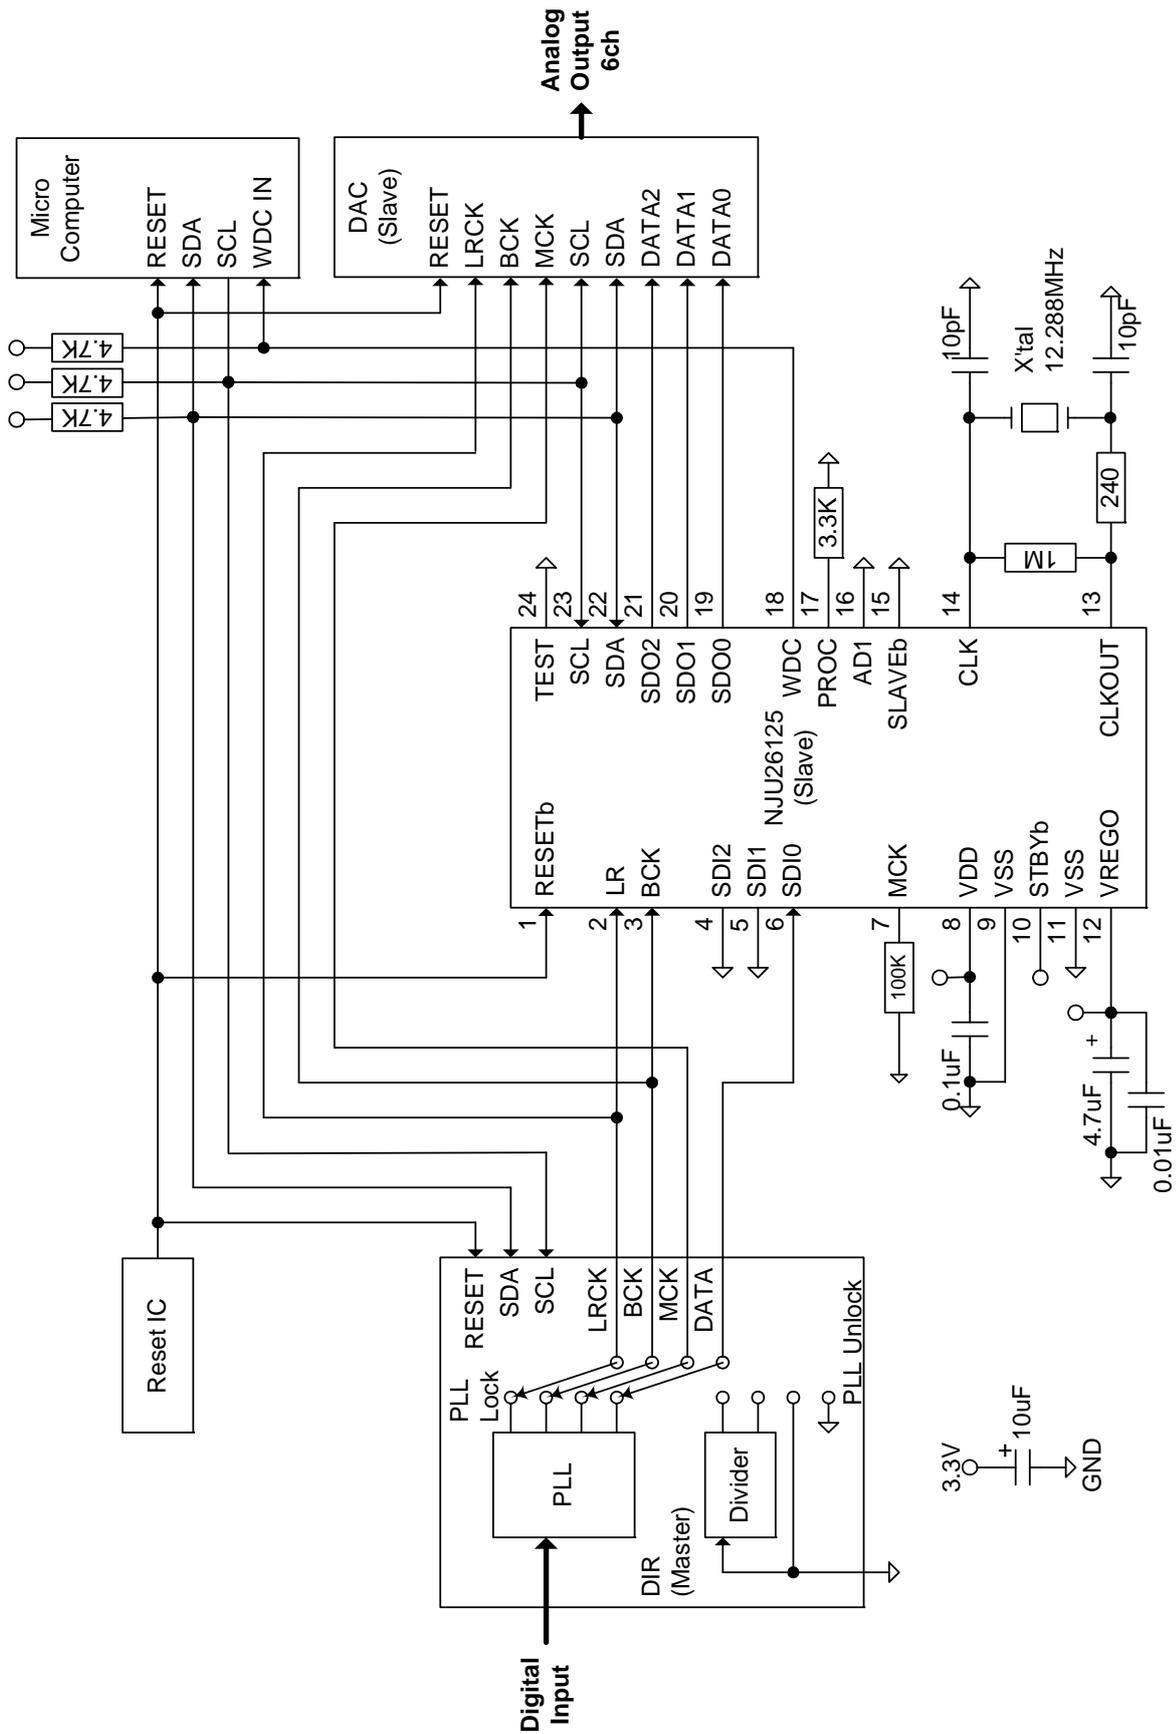
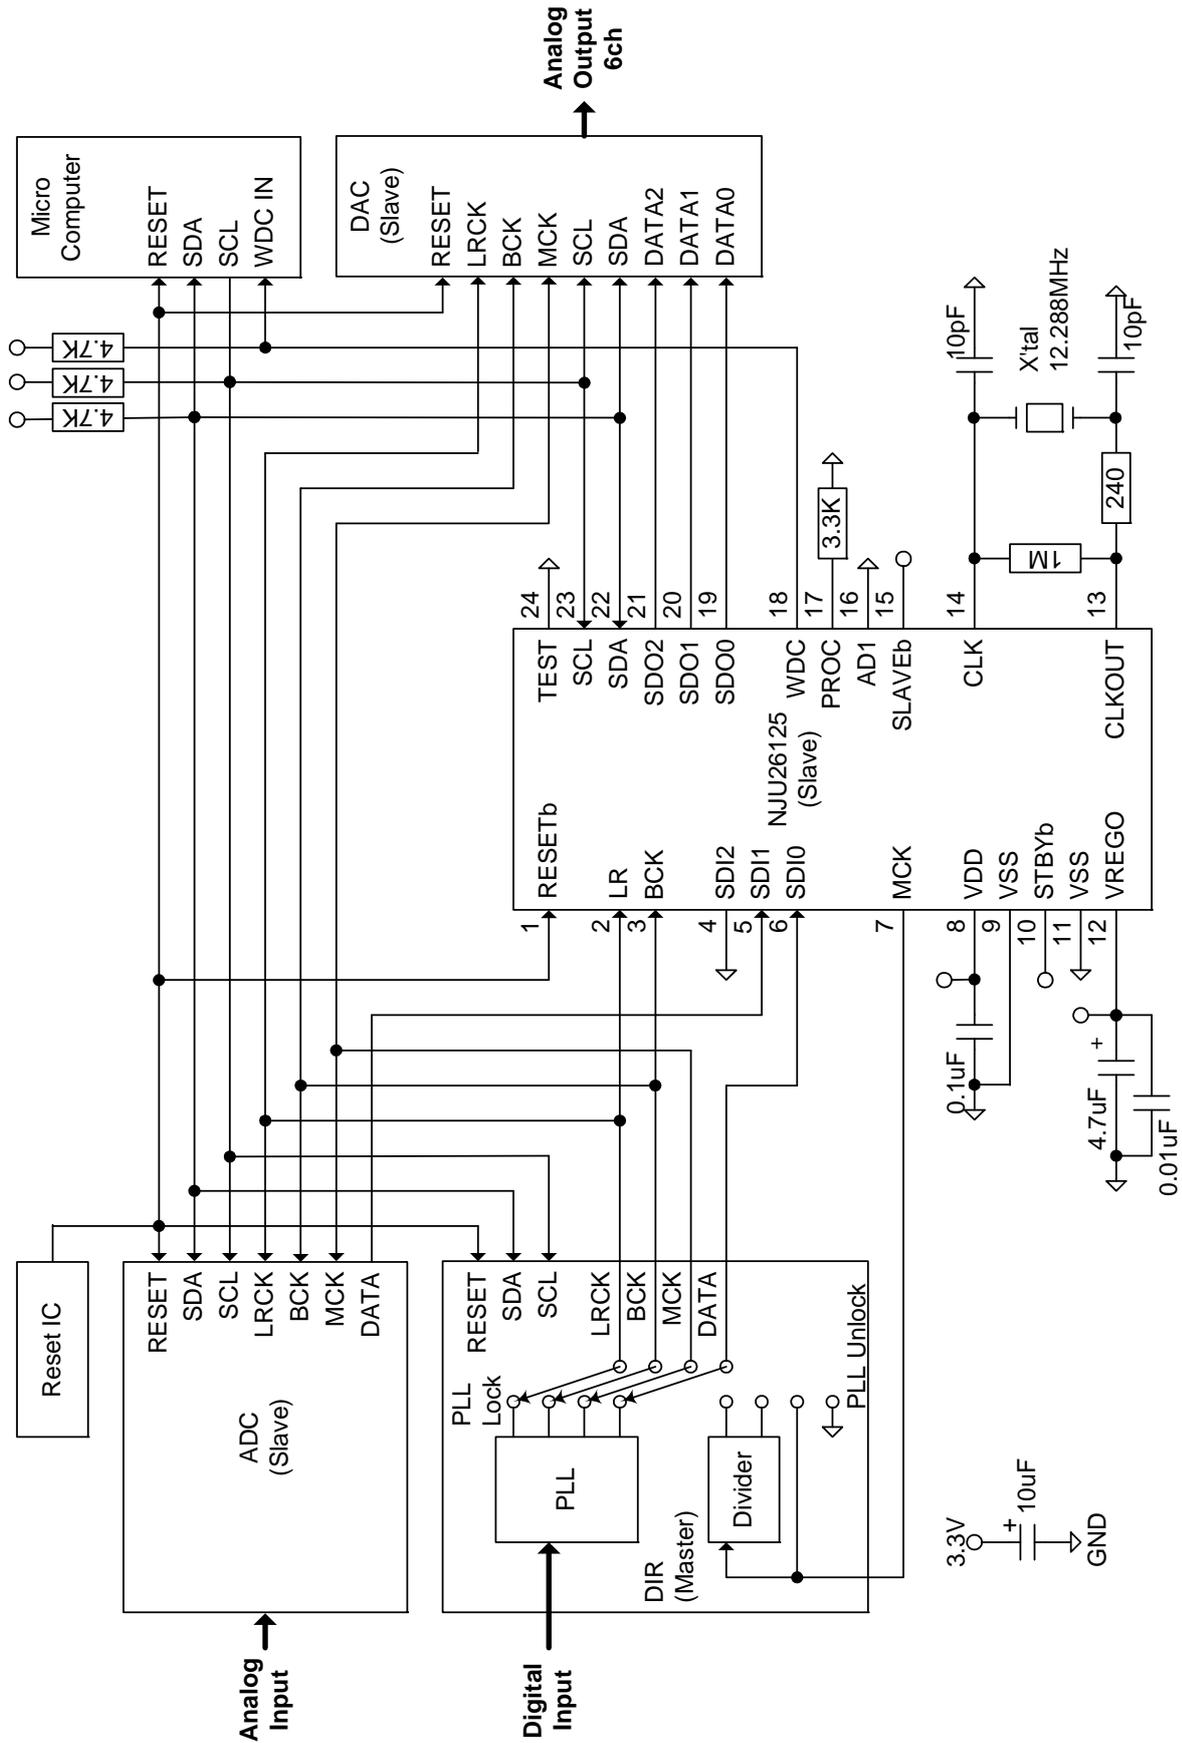

図 3 応用回路例 1 “DIR、NJU26125、DAC 等の回路例(I²C Bus 使用)”
図 5 応用回路例 3 “DIR、ADC、NJU26125、DAC 等の回路例(I²C Bus 使用)”
注3) 図3～図5の回路例に於いて、ADC及びDACは、常にスレーブモードで動作します。
オーディオ入力が、デジタル(DIR 入力)信号の回路例です。図3は、DIR、DSP 及び DAC を使用した例です。
オーディオ入力が、デジタル(DIR 入力)或いはアナログ(ADC 入力)信号の回路例です。図5は、DIR、ADC、DSP 及び DAC を使用した例です。
- 1) DSP の電源電圧は、3.3V を供給します。入力端子の仕様は、5V トレラントです。図3～図5に於いて、周辺 IC の電源電圧は、3.3V を想定しています。その為、DSP と周辺 IC 間は、直接配線しています。